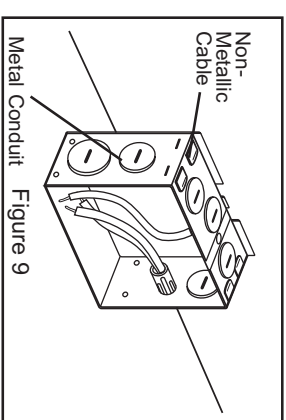

Figure 9
Step 2. Remove wiring box cover. Remove the appropriate knock-out(s) to accommodate the type of electrical service to be used/allowed by your local electrical code (Fig. 9):
Paso 2. Quite la cubierta de la caja de conexiones. Quite el agujero o agujeros ciegos redondos apropiados para aceptar el tipo de cables eléctricos que se van a usar y que están permitidos por el código eléctrico de su localidad (Fig. 9):